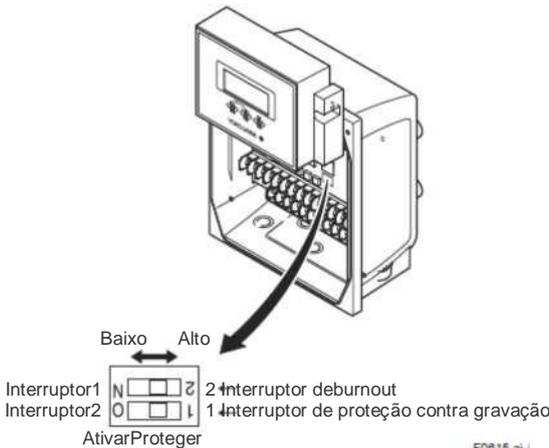

Figura 6.3.6 Interruptor do Hardware
- (2) Cuidando do conector e do cabo conectado à unidade de exibição, mova a unidade de exibição como mostrado na Figura 6.3.6 e ajuste os interruptores. Nunca remova o conector neste caso.
A modificação da direção de burnout deve ser realizada usando a chave de burnout (isto é, a chave 1) (consulte a Figura 6.3.6).
A proteção contra gravação pode ser realizada usando a chave de proteção contra gravação (Chave 2) (Vide Figura 6.3.6) ou a função de software com configuração de parâmetro. Se um desses itens estiver ativado, a sobregravação dos parâmetros será proibida.